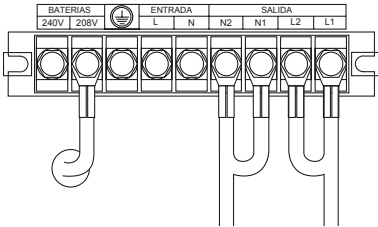

Figura 4-5 Modo para cableado de salida de 120 V
**Conexión de salida 120 VCA:** Una el N1 con el N2, de la misma forma una el L1 con el L2 y luego conecte L1 con N2. (Figura 4-5)